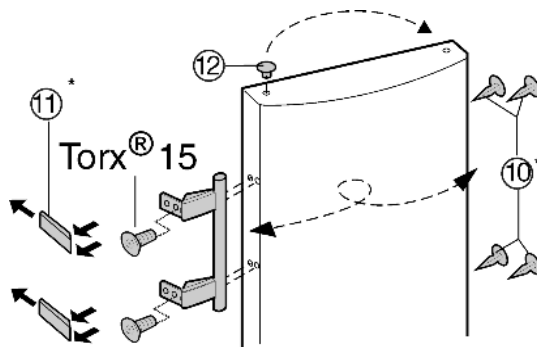

Fig. 9
- Vyjměte zátky Fig. 9 (12) z pouzdra ložisek dveří a přemístěte je.
- Odmontujte kliku dveří, zátky Fig. 9 (10) a krycí destičky Fig. 9 (11) a nasadte na druhou stranu.